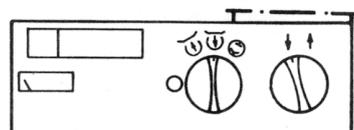

Fig. 6c
Auf der Bedienungstafel von Projektor EL 5100/21 (Fig. 6c) befinden sich außerdem:
- . Eignet sich der Projektor für Tonaufnahme, so muß der Modulationsanzeiger aufleuchten sobald der Systemwähler in Stellung \oplus gebracht wird (Fig. 6c); hierzu muß zuerst der neben dem Systemwähler befindliche Druckschalter niedergedrückt werden.